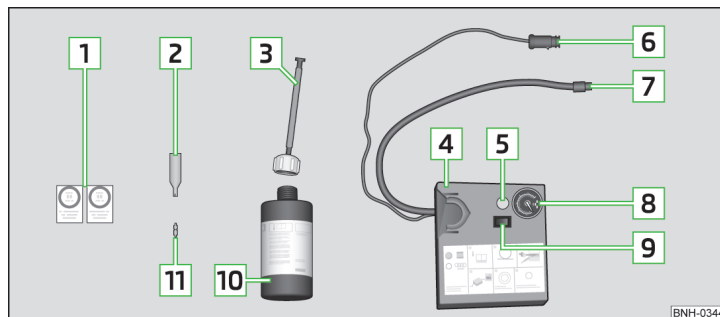

Fig. 133 Imagen esquemática: Componentes del kit de averías
## Componentes del kit de averías » fig. 133
- ▶ Pegue la etiqueta adhesiva correspondiente [1] » **fig. 133 de la página 159** sobre el tablero de instrumentos en el campo visual del conductor.
- ▶ Agitar la botella de inflado de neumáticos [10] » **fig. 133 de la página 159** fuertemente varias veces.
- ▶ Enrosque el tubo flexible [7] » **fig. 133 de la página 159** del compresor de aire fijándolo en la válvula del neumático.